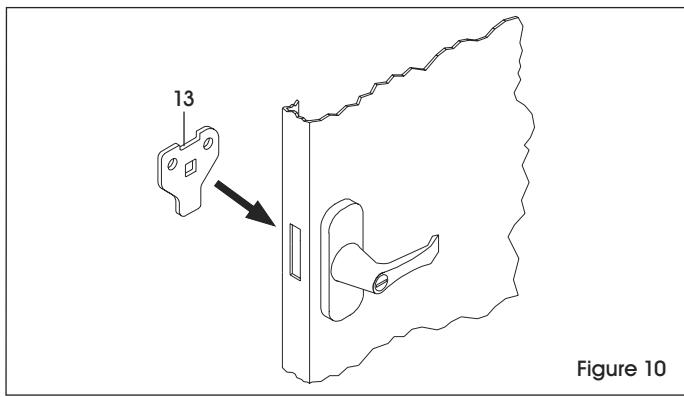

Figure 10
2. Tournez la poignée en position ouverte (parallèle au sol) et accrochez les barres de verrouillage (13) sur la tige carrée de la poignée de porte. Le loquet doit être orientée vers le bas, comme illustré. (Voir Figure 10)